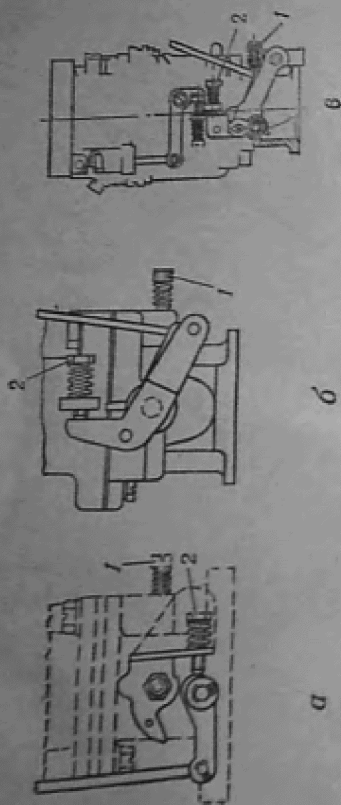

Рис. 5. Регулировка карбюраторов на малые обороты холостого хода:
- винтом 2 (рис. 5) отрегулируй двигатель на наименьшие устойчивые обороты холостого хода (при ввинчивании винта 2 дроссельная заслонка открывается, число оборотов двигателя возрастает);